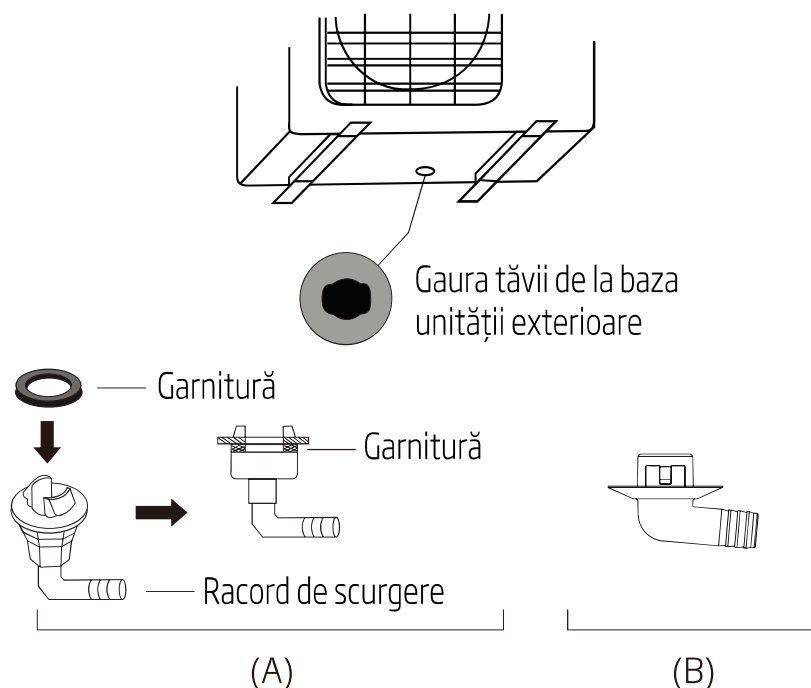

Fig. 6.4
**În cazul în care racordul de scurgere este prevăzut cu o garnitură din cauciuc** (a se vedea Fig. 6.4 - A), procedați în felul următor:
**În cazul în care racordul de scurgere nu este prevăzut cu o garnitură din cauciuc** (a se vedea Fig. 6.4 - B), procedați în felul următor: